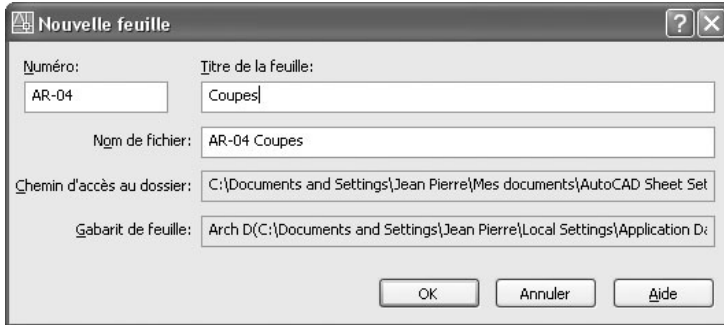

Fig.24.16
- 2 Dans la boîte de dialogue **Nouvelle feuille** (New Sheet), entrer le numéro et le titre de la feuille, puis cliquer sur OK. Par exemple : AR-04 – Coupes (fig.24.16).